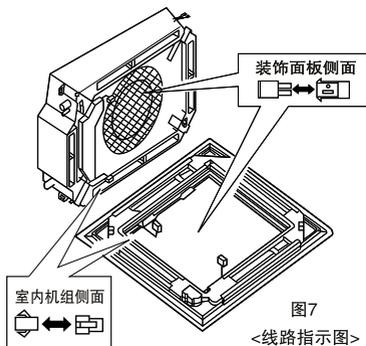

图7
(3) 装饰面板的线路
- ⑥ 连接安装在装饰面板上的导风板电机导线的接头（见图7）
- ⑦ 连接安装在装饰面板上的遥控接收端子接头。